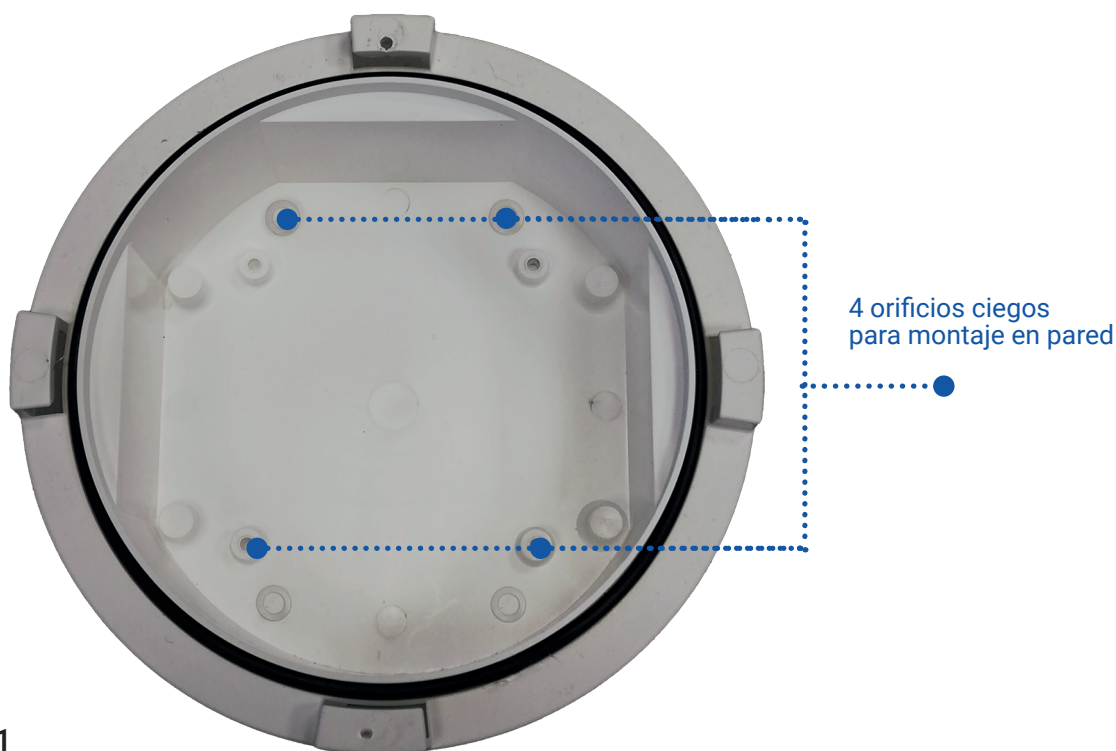

figura 1
4.1 - El detector DLRCM puede instalarse con 2 configuraciones diferentes con grados de protección: IP65 (**figura 2**) e IP55 (**figura 1**).
4.4 - La base de la caja debe instalarse a una distancia del techo de acuerdo con las normas/ reglamentación local. Esta distancia puede ser variada por el proyectista si existen condiciones ambientales particulares. La fijación a la pared debe realizarse con cuidado utilizando los 4 orificios previstos en el interior del contenedor (**figura 1**). En este caso, el índice de protección del detector será IP55. Sin embargo, si desea una mayor protección contra el polvo, los líquidos, etc., es necesario instalar las 2 lengüetas de plástico bajo la base utilizando los 4 tornillos autorroscantes suministrados. A continuación, instale la base en la pared mediante 4 tapones de expansión y utilizando los 4 orificios previstos en las 2 lengüetas, tal como se indica en la figura 2. En este caso, el índice de protección pasa a ser IP65. Es sumamente importante que la pared de fijación sea rígida y no esté sujeta a deformaciones.